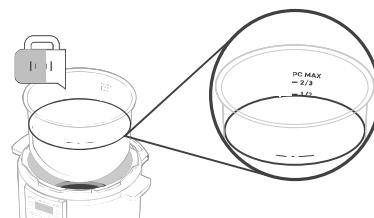

Figura 8.1
2. Llene la olla interior con agua hasta la línea **"-1/2"** **[Figura 8.1]**